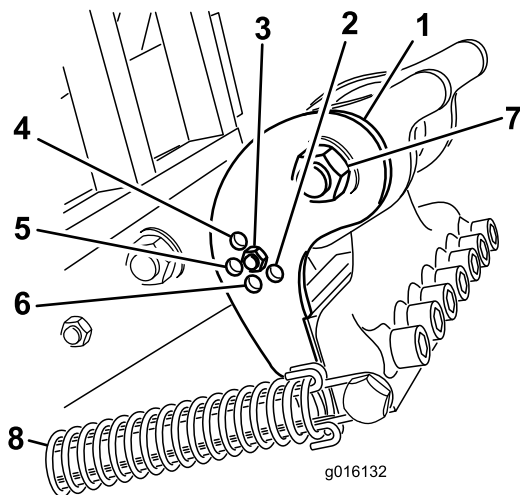

Figura 38
Coloque o suporte da inclinação (Figura 38) na posição correta com base no comprimento do dente. O batente da cabeça está definido para 1 de 5 posições predeterminadas escolhendo o orifício através do qual coloca a barra de ajuste. Estes furos são apenas predefinidos; por exemplo, ao utilizar um dente de 25,4 cm numa posição de 30,48 cm, poderá obter um acabamento mais suave; dependendo da aplicação.
3. Liberte a tensão da mola para a cabeça do dente (Figura 38).
4. Retire a porca e o parafuso dos orifícios de ajuste no suporte da inclinação (Figura 38).